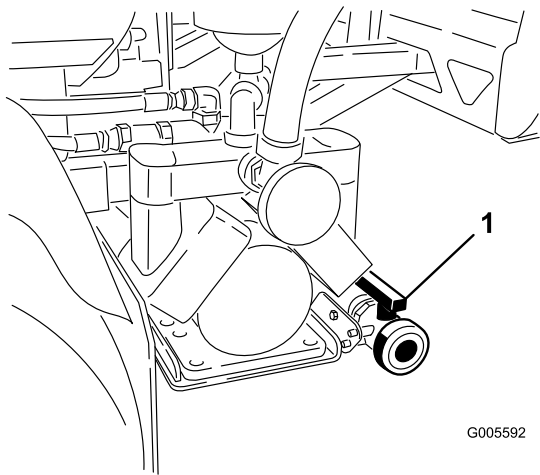

Figure 20
2. Trouvez l'emplacement du robinet de vidange de la cuve à l'arrière de la machine (Figure 20). Le robinet est fixé au support, à l'arrière de la pompe.